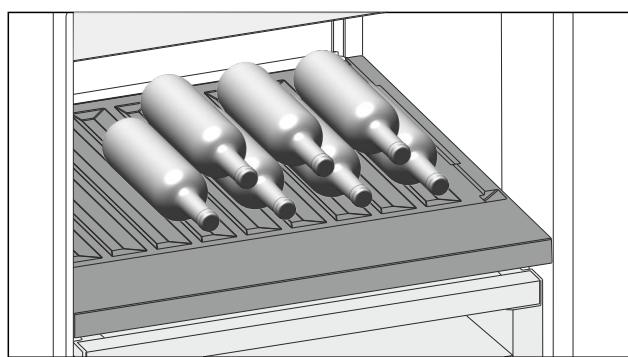

Fig. 99
- Бутылки укладывайте дном к задней стенке. (см. Fig. 99)